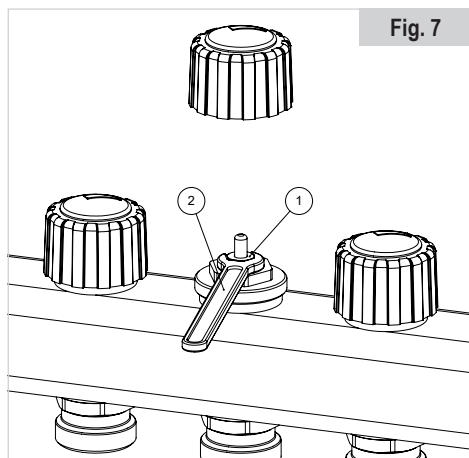

Fig. 7
All'occorrenza è possibile intercettare un singolo circuito agendo sul quadro posto sulla valvola (1) tramite una chiave esagonale da 5 mm (2) e avvitando completamente il raccordo (vedi Fig. 7).